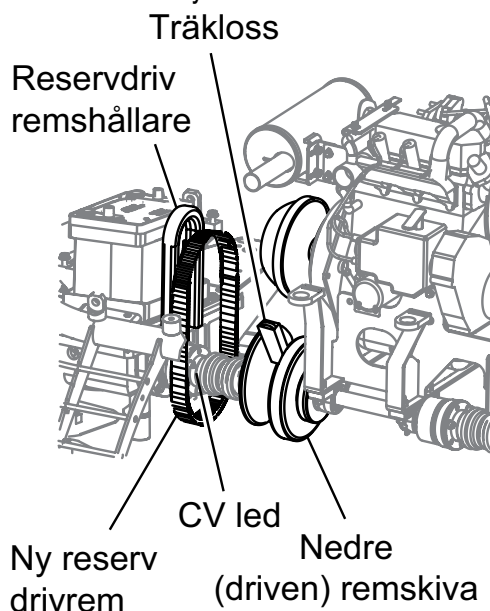

Bild 20. Installation av drivrem
2. Ta bort de 2 bultarna som håller drivremshållaren. (bild 20) Detta kommer att möjliggöra fri rörlighet för bältet vid installation. Var försiktig så att du inte förorenar ersättningsremmen med fett eller smuts.